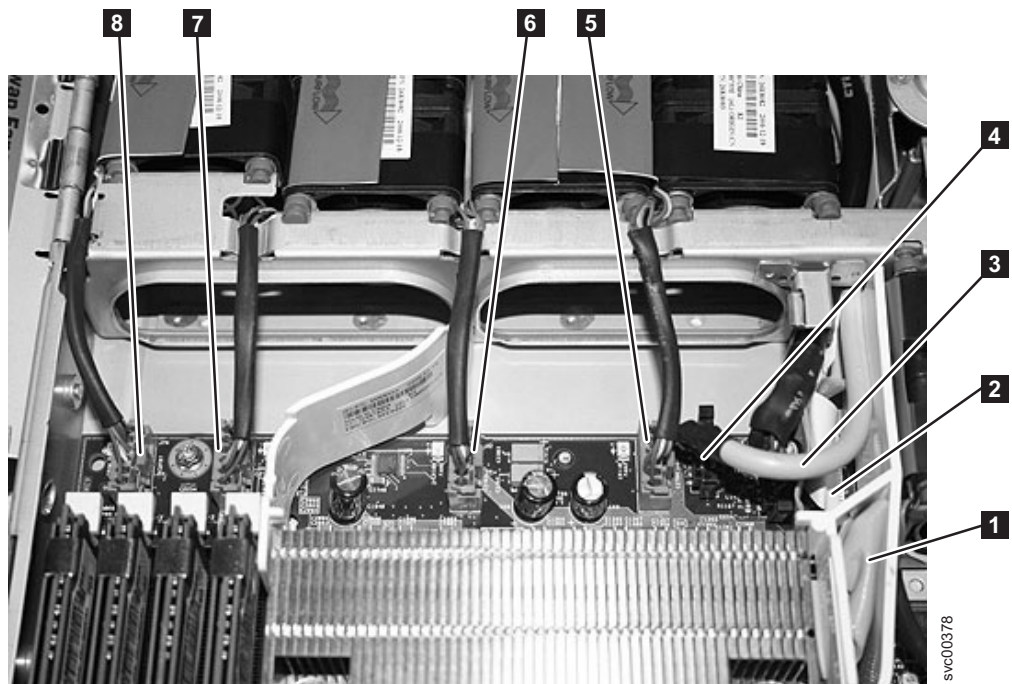

図 273. SAN ボリューム・コントローラー 2145-8G4 システム・ボードの前面右側にあるコネクタ
9. システム・ボードからコネクタを切り離します (図 273 を参照)。システム・ボードの前面右側から、以下を取り外します。